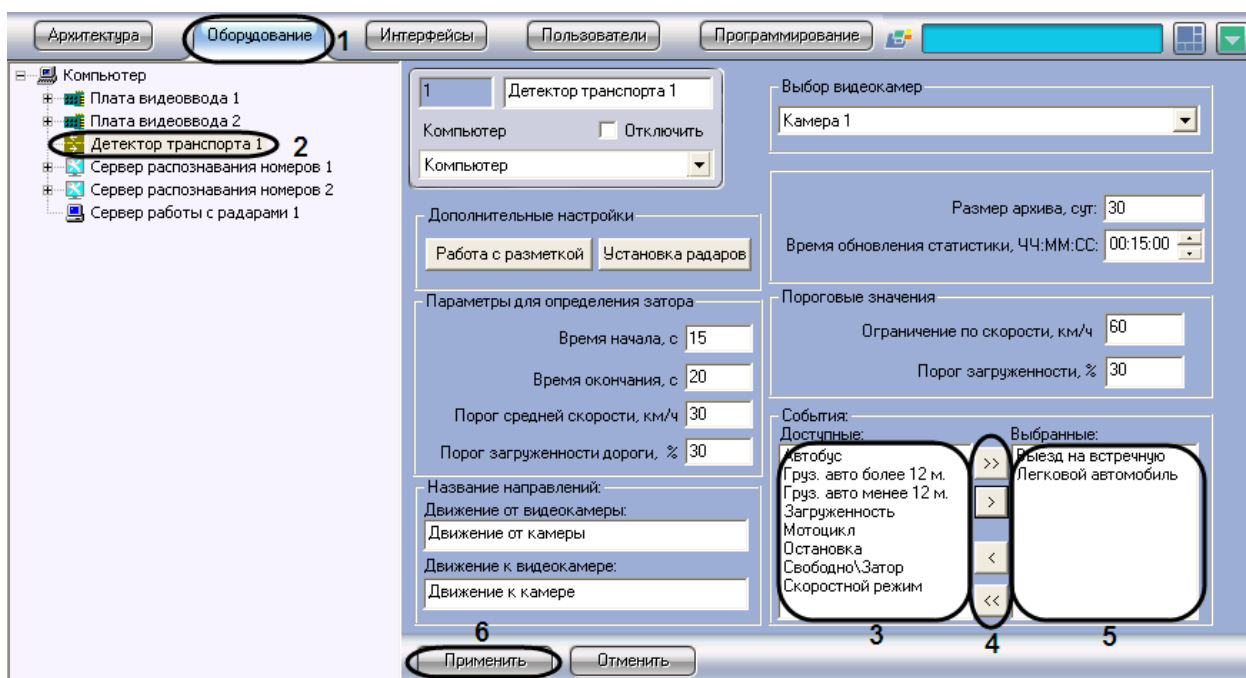

Рис. 7.4—21. Выбор генерируемых событий из списка доступных событий
1. В диалоговом окне «Настройка системы» перейти на вкладку «Оборудование» (см. Рис. 7.4—21, 1).
2. В дереве объектов на вкладке «Оборудование» выбрать объект «Детектор транспорта», соответствующий настраиваемому программному модулю «Детектор транспорта» (см. Рис. 7.4—21, 2). В правой части вкладки «Оборудование» отобразится панель настройки выбранного объекта.
3. Выбрать все события, которые необходимо генерировать системой (см. Рис. 7.4—21, 3).
4. Перенести выбранные события в список генерируемых событий (см. Рис. 7.4—21, 5).
Для переноса выделенного события в список генерируемых событий требуется нажать на кнопку «стрелка вправо», для переноса всех событий в список генерируемых требуется нажать на кнопку «двойная стрелка вправо» (см. Рис. 7.4—21, 4).
Для удаления события из списка генерируемых событий требуется нажать на кнопку «стрелка влево», для удаления всех событий из списка генерируемых требуется нажать на кнопку «двойная стрелка влево» (см. Рис. 7.4—21, 5).
5. Нажать кнопку «Применить» (см. Рис. 7.4—21, 6).